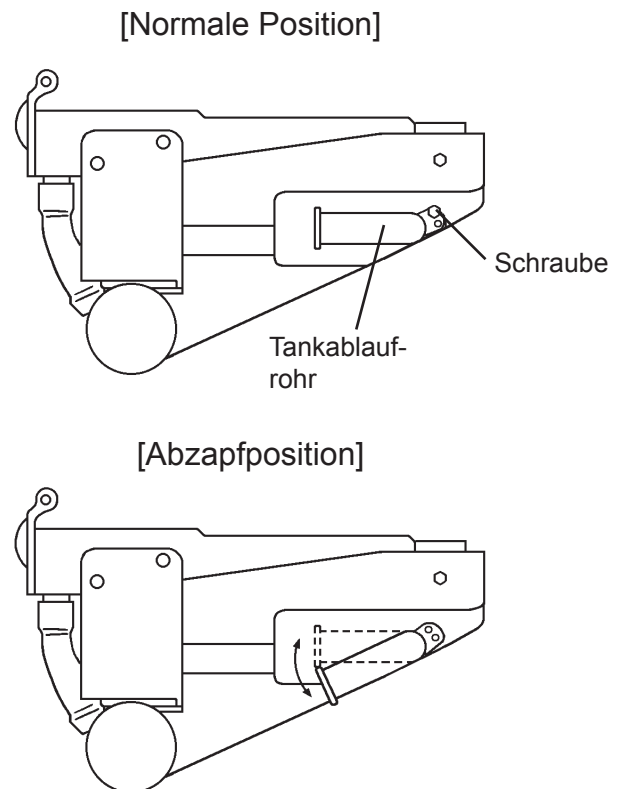

Abb. 1
4) Das Ablaufrohr des Wassertanks in die Ablaufposition bringen. Siehe Abb. 1.